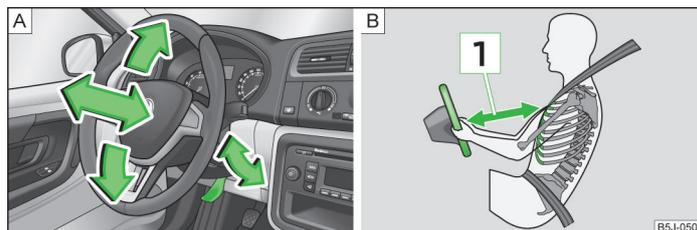

Fig. 88 Volante regulable: palanca debajo de la columna de dirección / distancia segura hasta el volante
- Ajustar el volante de tal modo que la distancia entre el volante y el esternón sea, como mínimo, de 25 cm  » fig. 88 de la página 101. Si no respeta la distancia mínima, el sistema de airbag no podrá protegerle. ¡Peligro de muerte!
- Girar la palanca situada debajo del volante hacia abajo » fig. 88 - .